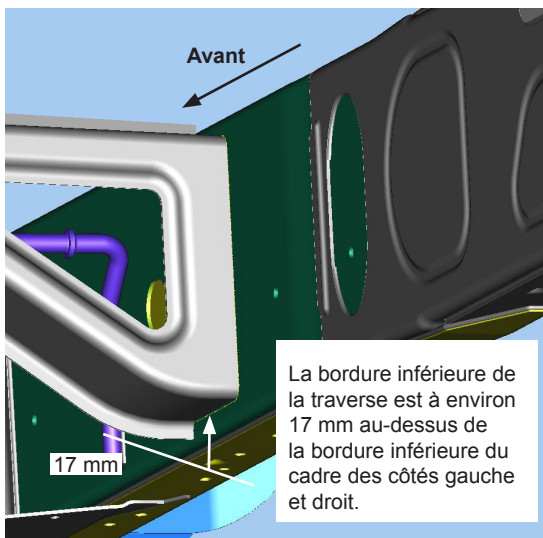

Figure 3
3. Repérer la traverse des côtés gauche et droit, 17 mm au-dessus de la surface inférieure du cadre de châssis et de la traverse du bord inférieur, comme indiqué. Figure 3.